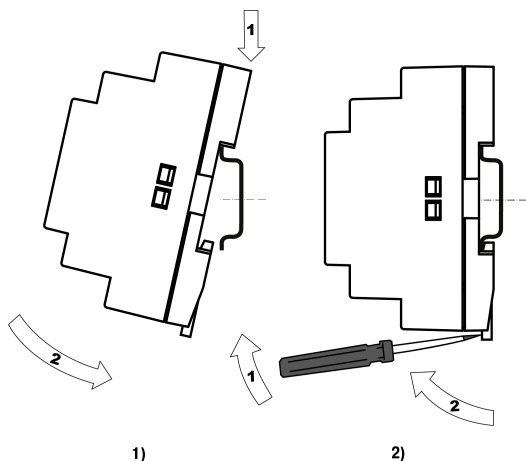

Рисунок 6 – Монтаж (1) и демонтаж (2) прибора
3. С усилием прижать прибор к DIN-рейке в направлении, показанном стрелкой, до фиксации защелки (см. рисунок 6).
Для демонтажа прибора следует (см. рисунок 6):